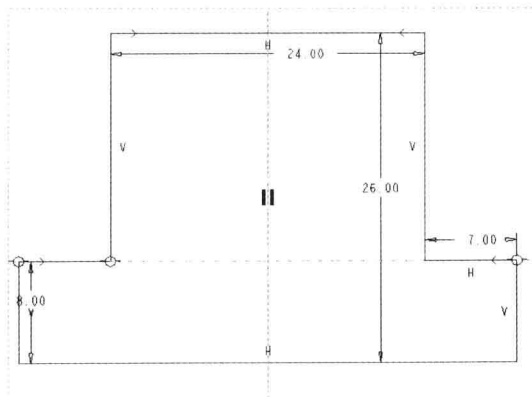

图 16-2 绘制截面 1
Step 01 按【Ctrl+N】组合键，新建零件文件。在“功能区”选项板的“模型”选项卡中，单击“形状”面板中的“拉伸”按钮，弹出“拉伸”选项卡，在绘图区选择 TOP 基准平面作为草绘平面，进入草绘环境；单击“草绘”选项卡中的相应按钮，绘制截面，如图 16-2 所示，单击“关闭”面板中的“确定”按钮，完成截面绘制并退出草绘环境。